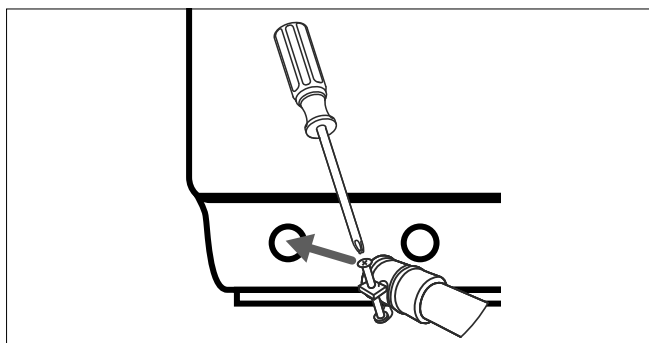

Fig. 7 – Collegamento per lo scarico dell'acqua
Inserire il tubo di scarico dell'acqua con il relativo raccordo (26) nel retro dell'apparecchio e fissarlo con una fascetta (vedere la Fig. 7).